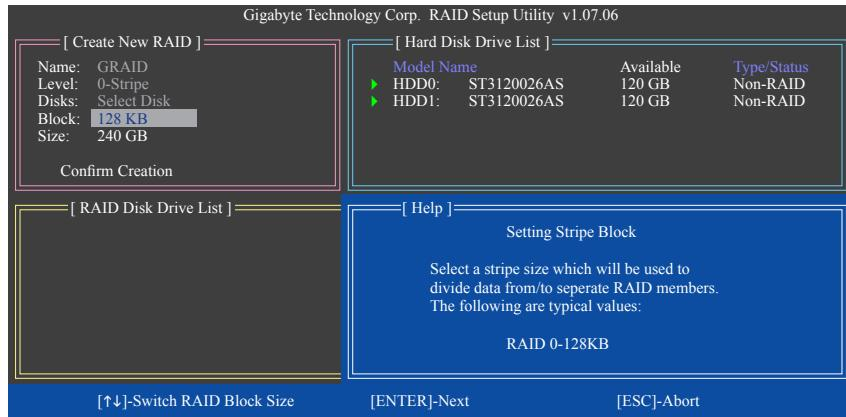

Figure 6
- Régler la taille de bloc (RAID 0 seulement) : Dans l'élément **Block**, utilisez les touches de flèches vers le haut ou le bas pour sélectionner la taille de bloc de stripe (Figure 6), entre 4 Ko et 128 Ko. Appuyez sur <Enter>.